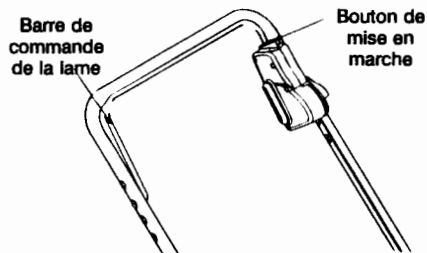

Figure 14
La barre de commande de la lame se trouve sur le guidon supérieur de la tondeuse. Voir la Figure 14. Il faut appuyer sur la barre de commande de la lame et sur le bouton du démarreur pour mettre la tondeuse en marche. Lâchez la barre de commande de la lame pour arrêter le moteur et la lame et pour activer le dispositif d'auto-démarrage.
Il se trouve sur la gauche de la partie supérieure du guidon. Voir la Figure 14. Appuyez complètement sur le bouton de mise en marche tout en serrant la barre de commande de la lame contre le guidon
7. Avec la main gauche, serrez la barre de commande de la lame contre le guidon supérieur. Voir la Figure 14.
6. Avec la main gauche, serrez la barre de commande de la lame contre le guidon supérieur. Voir la Figure 14. Le démarreur sera désactivé et le moteur démarrera.